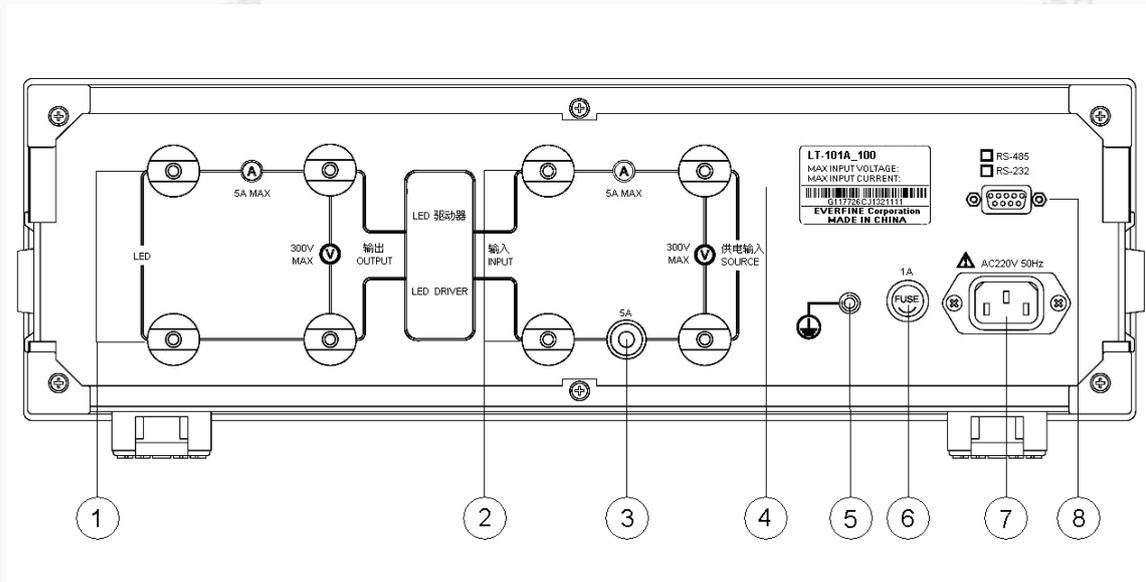

图 4.2 LT-101A 后面板
如需远程控制，请将仪器后面板的 RS232 接口（图 4.2 中的⑧）连接到 PC 的串行通讯口即可，具体操作参见“第六章 软件使用说明”。